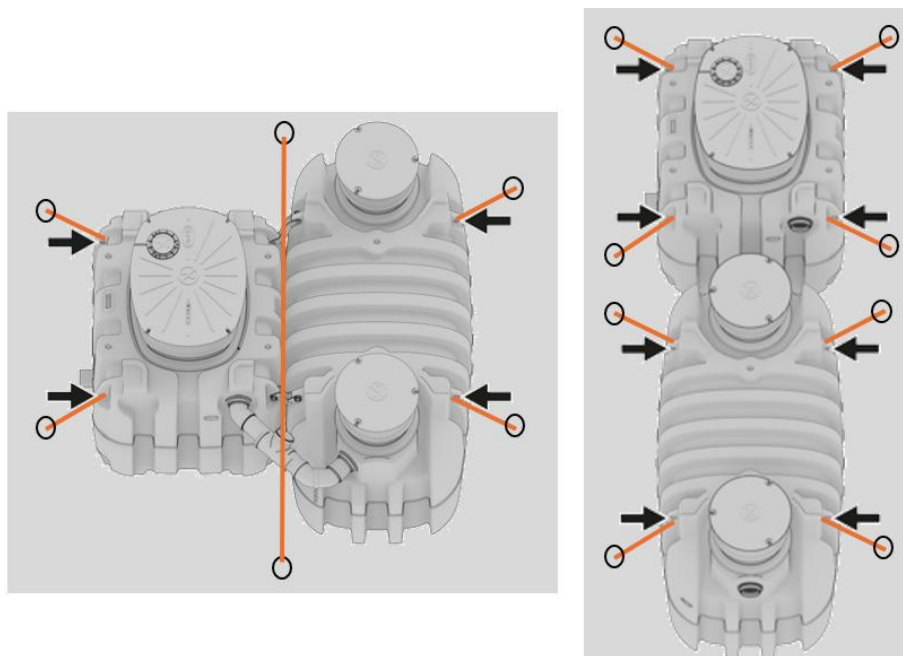

Fig. 31: Position anneaux d'ancrage et sangles configuration PACK (gauche) et LINE (droite)
- 2. Positionner les sangles tel que présenté en Fig. 31 en utilisant les anneaux de levage des cuves indiqués par les flèches noires.